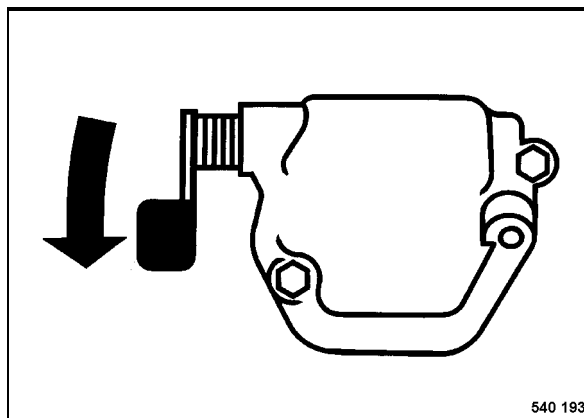

Fig. 10
- Presionar la palanca de descompresión (Fig. 10) hasta el tope hacia abajo y soltarla.